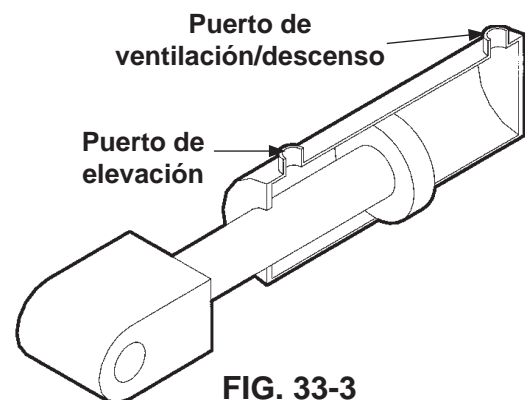

FIG. 33-3
3. Inspeccione el cilindro hidráulico. Con la plataforma sobre el suelo, retire la línea hidráulica del puerto de ventilación/descenso del cilindro (**FIG. 33-3**). Eleve la plataforma hasta nivel de cama. Deje accionado el motor dos segundos más mientras inspecciona el puerto de ventilación/descenso en busca de fluido hidráulico; es normal que salgan unas cuantas gotas pero si es un flujo constante significa que los sellos del pistón están desgastados. De ser así, reemplace los sellos.